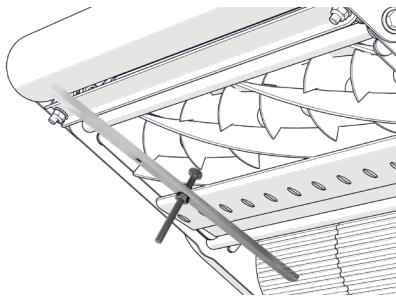

Abb. 12G – Vorgang auf der anderen Seite wiederholen
8. Schritt 7 für die zweite Position auf der anderen Seite der Kassette wiederholen (Abb. 12G).